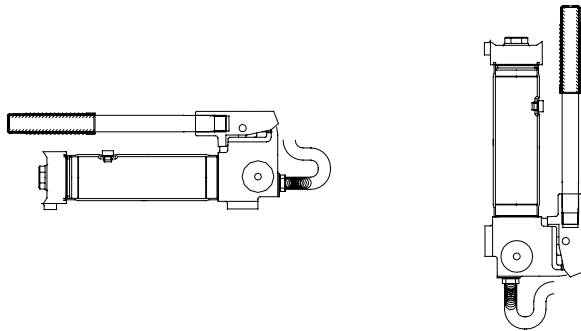

Figure 6 - Positions horizontale et verticale
3. La pompe peut être utilisée en position horizontale ou verticale comme illustré à la figure 6.